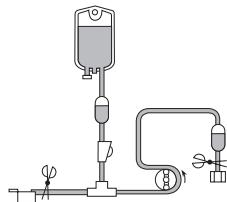

Fig.1/Abb.1/Εικ.1/Рис.1
3) Vul de arteriële bloedlijn met fysiologische zoutoplossing, eerst de kant van de verbinding met de vasculaire toegang en vervolgens de kant van de verbinding met de dialysator. Klem beide uiteinden van de arteriële slang vast. (Fig. 1)